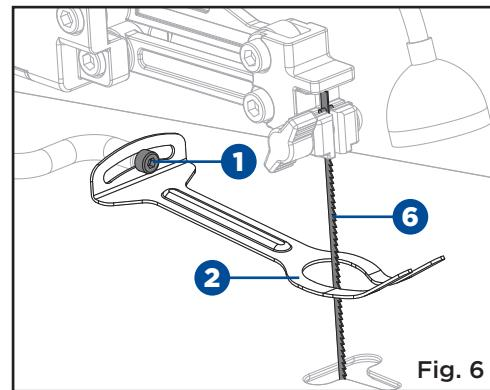

Fig. 6
**REMARQUE :** Lors de la coupe à des angles, le pied réglable en hauteur doit être incliné de sorte qu'il soit parallèle à la table de scie et repose à plat contre la pièce. Pour incliner le pied réglable en hauteur, desserrez la vis (1) avec une clé hexagonale de 3 mm, inclinez le pied réglable en hauteur à l'angle approprié, puis resserrez la vis (1). (Fig. 6)
- Desserrez la vis (7) tout en tenant l'indicateur d'échelle (8). Déplacez l'indicateur vers la marque de 0° et serrez solidement la vis. N'oubliez pas que l'échelle de biseau (9) est un guide pratique, mais il ne faut pas se fier sur cette pièce pour la précision. Faites des coupes de pratique sur le matériel de rebut pour déterminer si vos réglages d'angle sont corrects.
- Replacez le pied réglable en hauteur et serrez la vis (1).